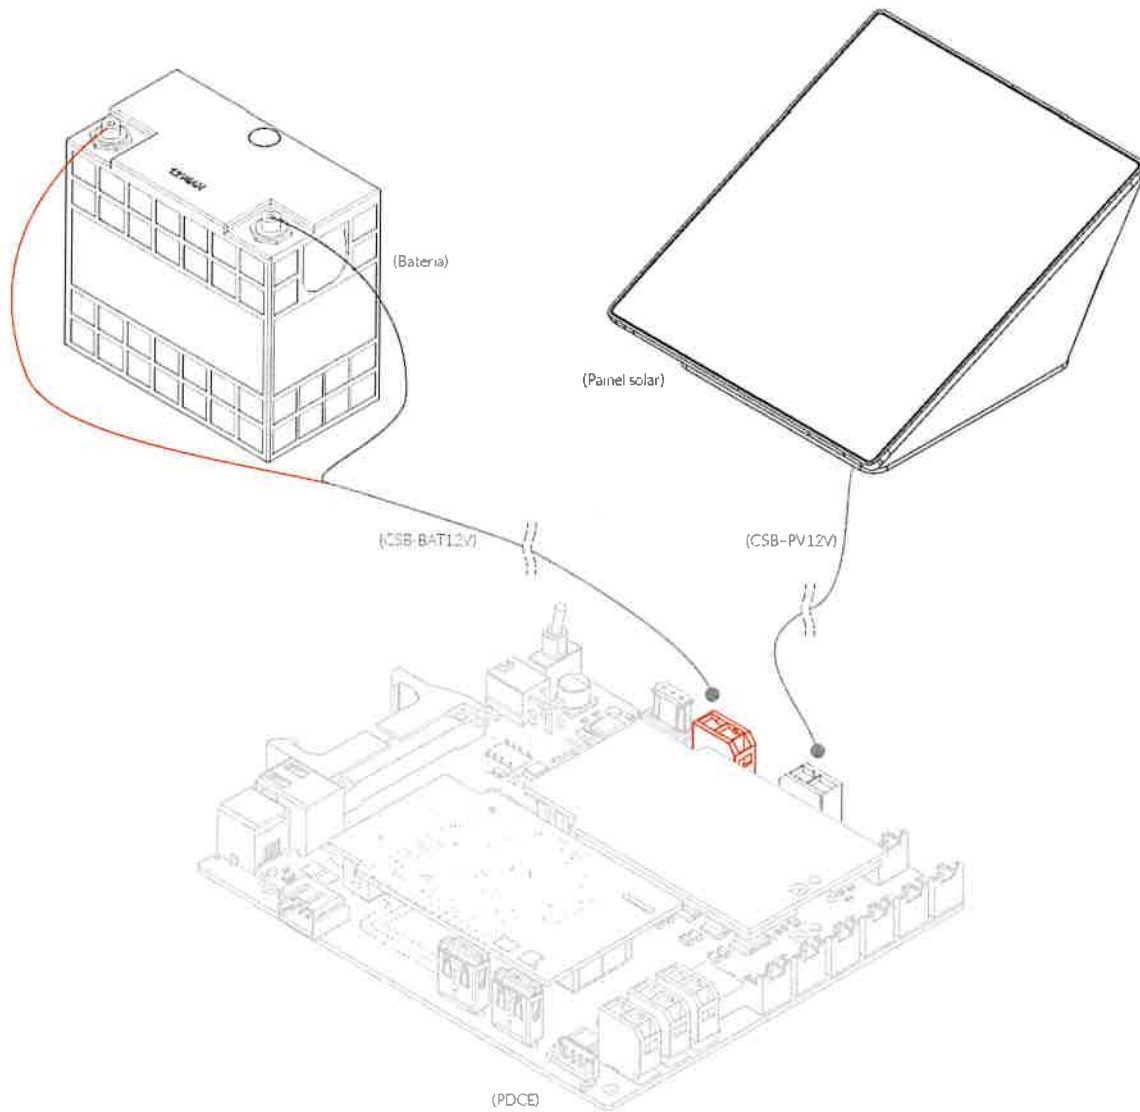

Figura 15 – Esquema de ligações do painel solar e da bateria à PDCE (DES0012).
Os cabos do painel solar, deverão ser encaminhados através dos fixadores de cabos até à PDCE, pela da abertura no topo do parquímetro. O cabo do painel solar deve ser ligado no conector preto da PDCE. Na Figura 15 é apresentado o esquema de ligações do painel solar e da bateria.
6. Ligar o cabo anterior entre os terminais da bateria, respeitando a sua polaridade, e o conector vermelho da PDCE, conforme a Figura 15.